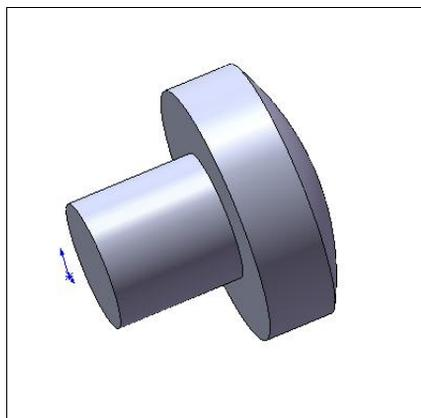

Рис. 2.123
9. Вытянем этот эскиз на 10 мм. Для этого нажмем кнопку  — **Вытянутая бобышка/основание** и вытянем эскиз на указанную величину (рис. 2.123).